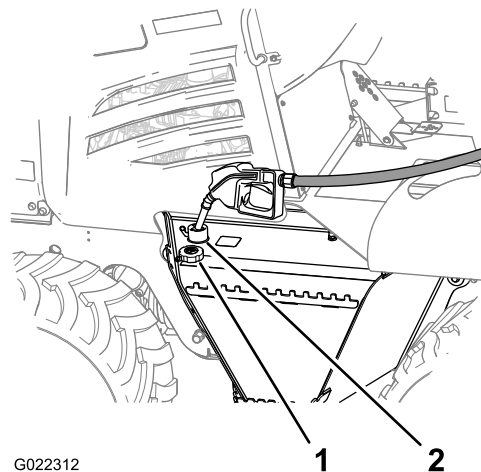

Figure 19
1. Nettoyez la surface autour du bouchon de remplissage de carburant (Figure 19), puis retirez le bouchon.